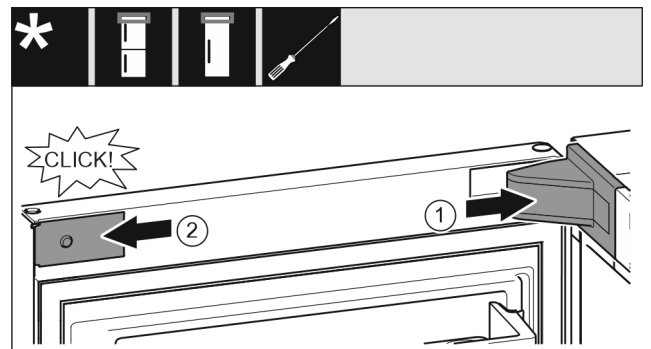

Fig. 28
- ▶ Встановіть та зафіксуйте кришку опорного кронштейна Fig. 28 (1), у разі необхідності – обережно розтисніть.
- ▶ Встановіть збоку і зафіксуйте накладку Fig. 28 (2).